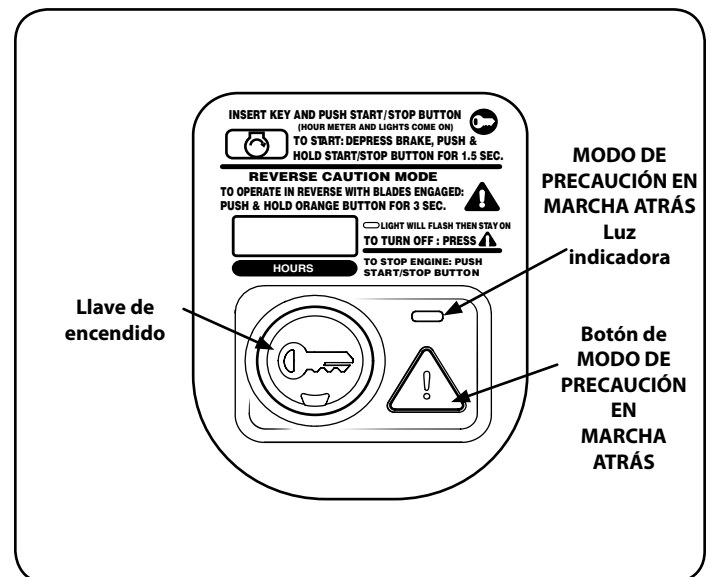

Figura 14
2. Para activar el MODO DE PRECAUCIÓN EN MARCHA ATRÁS, oprima y mantenga presionado el botón correspondiente a dicho modo durante 3 segundos. Vea la Figura 14.
3. Oprima el botón del MODO DE PRECAUCIÓN EN MARCHA ATRÁS  (botón triangular de color naranja). La luz indicadora parpadea, luego permanece encendida mientras esté activado. Vea la Figura 14.